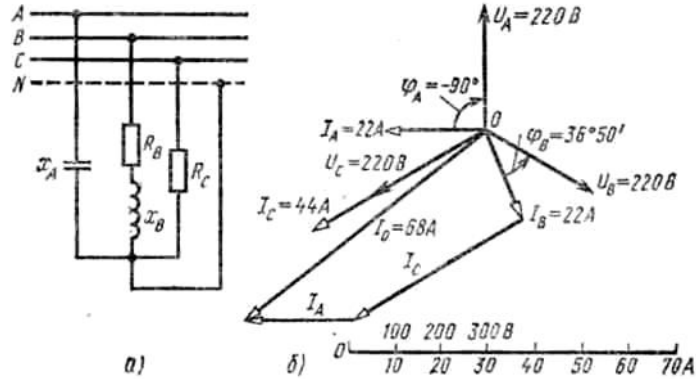

Рис. 7.10
**ЗАДАЧА 7.12.** В трехфазную четырехпроводную сеть включили звездой несимметричную нагрузку: в фазу  $A$  - конденсатор с емкостным сопротивлением  $x_A = 10 \text{ Ом}$ ; в фазу  $B$  - активное сопротивление  $R_B = 8 \text{ Ом}$  и индуктивное  $x_B = 6 \text{ Ом}$ , в фазу  $C$  - активное сопротивление  $R_C = 5 \text{ Ом}$ . Линейное напряжение сети  $U_{\text{ном}} = 380 \text{ В}$ . Определить фазные токи, начертить в масштабе векторную диаграмму цепи и найти графически ток в нулевом проводе. Схема цепи дана на рис.7.10.